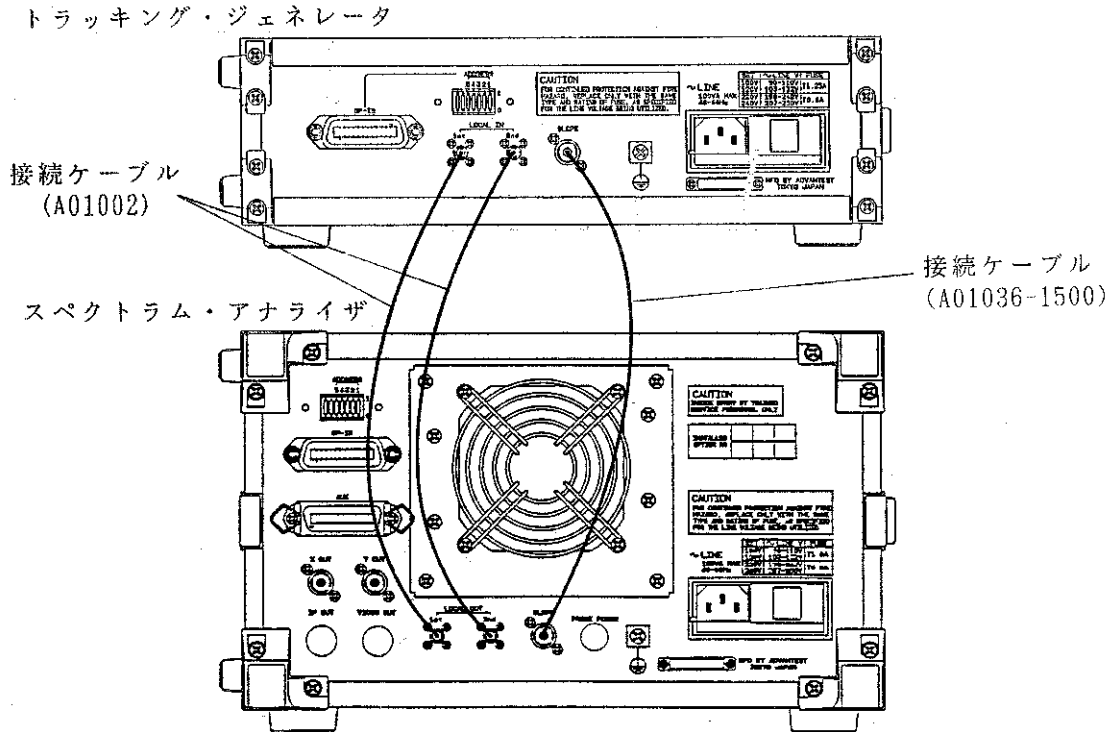

図 1 - 3 背面パネルの接続
- ① 本器およびスペクトラム・アナライザ本体のPOWER スイッチを、OFF に設定します。
- ② 〔図 1 - 3〕に示すように、接続ケーブルで接続します。